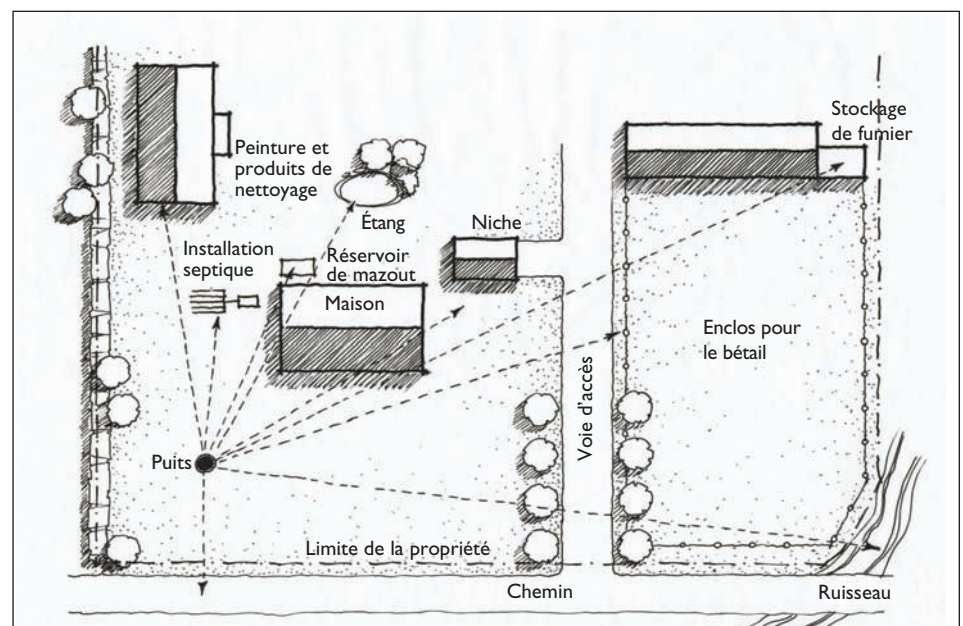

Figure 3 : Distances séparatrices relatives au puits
- ❑ Emplacement – (figure 3) Un puits doit être situé à au moins 15 m (50 pi) de toute source de contamination si le tubage est étanche à l'eau jusqu'à une profondeur de 6 m (20 pi); dans le cas contraire, la distance séparatrice doit être d'au moins 30 m (100 pi). Les sources de contamination sont les suivantes : installations septiques, fosses à fumier, réservoirs de combustibles, champs agricoles (ruissellement d'engrais ou de fumier), voies de circulation (ruissellement des sels de voirie). Les puits doivent être situés à au moins 15 m (50 pi) d'un cours d'eau.